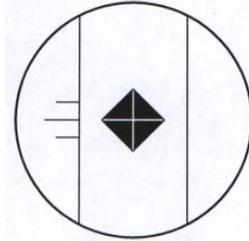

Abbildung 6-15 Richtiges Bild
5. Schauen Sie sich das Bild durch das 20x-Objektiv an. Eine der Diagonalen sollte jetzt horizontal dargestellt werden. Siehe Abbildung 6-15.